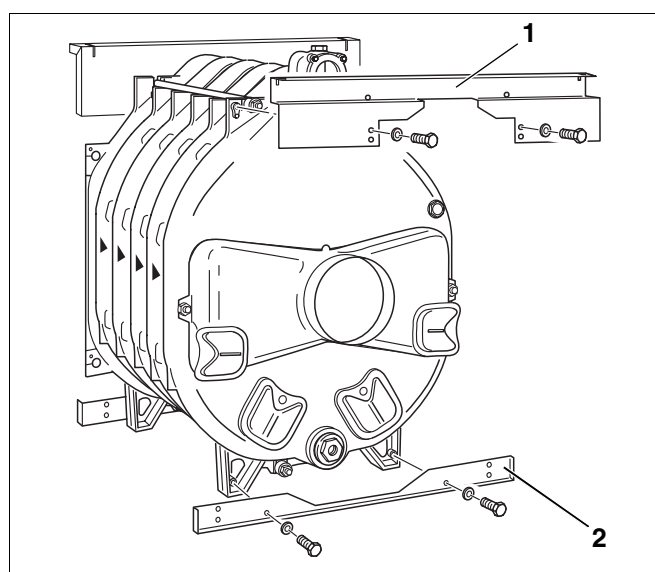

Fig. 31 Montasje – bakre traverser
- Fikser tverrtraversen oppe bak (fig. 31, **pos. 1**) på knasten og fest den til bakelementet ved hjelp av maskinskruer (M 8 x 15). Kanten på den øvre tverrtraversen må peke **fremover**.
- Skru den nedre tverrtraversen (fig. 31, **pos. 2**) fast til bakelementets føtter ved hjelp av to maskinskruer (M 8 x 15). Kanten på den nedre tverrtraversen må peke bakover.